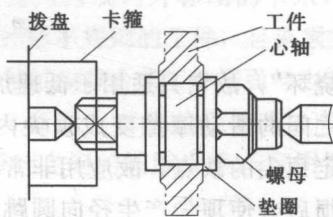

图 1-14 圆柱心轴
2) 圆柱心轴。如图 1-14 所示，工件套入心轴后需要在两端添加垫片，依靠螺母锁紧，可传递较大的力矩。但心轴与工件内孔的配合难免会存在间隙，所以对中性较差，宜用于粗加工的装夹。